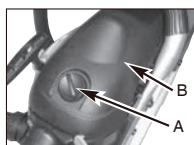

Fig. 15A
- Déposez le bouton (A) qui maintient le couvercle du filtre à air, puis retirez le couvercle supérieur (B) en desserrant les vis de fixation du couvercle. Le couvercle se soulève. (Fig. 15A)